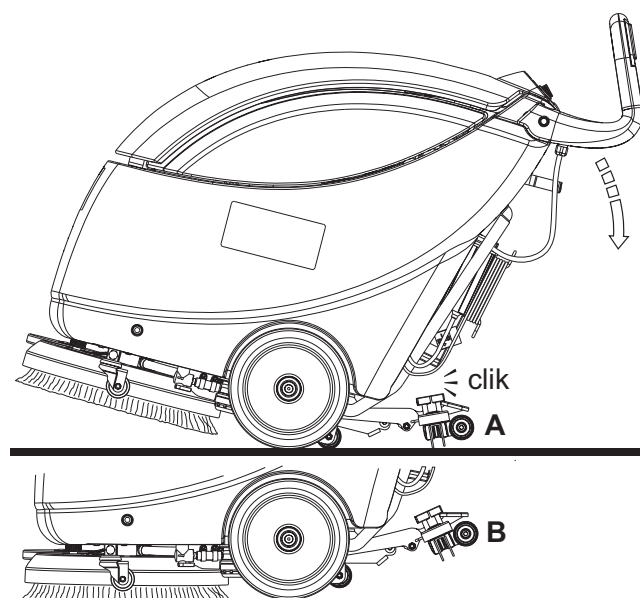

Figure 1
1. Saisir le guidon (2), le baisser jusqu'à ce que la roue arrière (7) ne touche le sol (A, Fig. 1) puis accrocher l'embouchure en position soulevée (B).